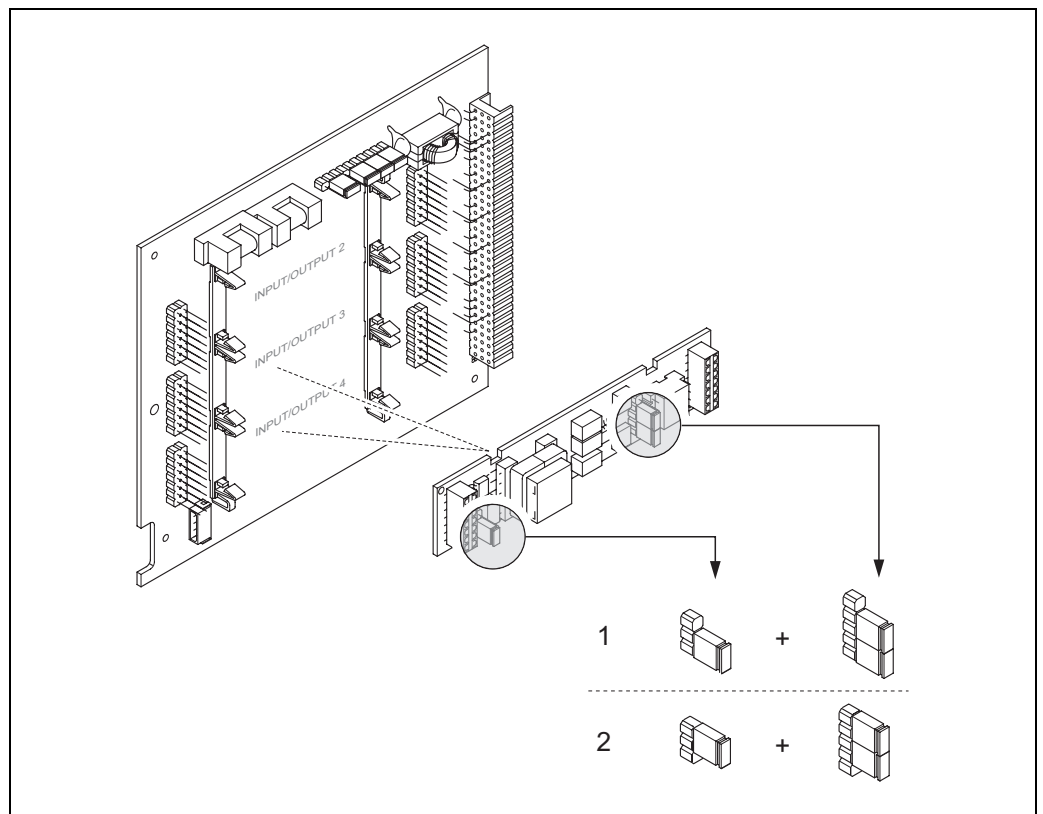

Fig. 40: Configurazione degli ingressi in corrente mediante i ponticelli (scheda di I/O)
3. Installare i ponticelli → Fig. 40